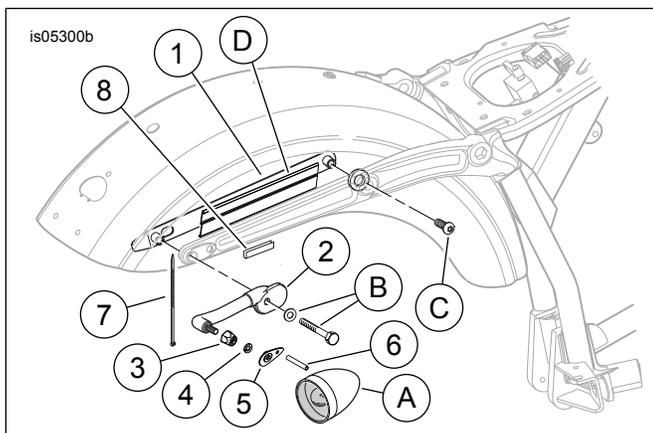

Figura 4. Peças de reposição, kit de reposicionamento do pisca traseiro Dyna
Veja Figura 4 e Tabela 1.
1. **Para instalações de pneus largos:** Veja Figura 4. Corte dois pedaços de tubo retrátil (6) em duas peças com comprimentos iguais. **Para todos os outros modelos:** Veja Figura 4. Corte um pedaço de tubo retrátil (6) em duas peças com comprimentos iguais.
5. Instale a porca hexagonal (3) e a arruela de pressão (4) sobre a extremidade rosqueada do suporte de reposicionamento do pisca (2). Monte a lâmpada do pisca e a tampa com rebaixo nas roscas, mas não aperte totalmente.